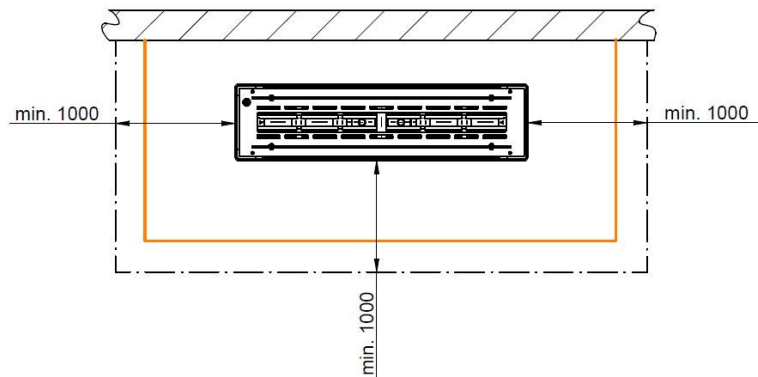

Abb. 10 Mindestabstände zu brennbaren Bauteilen
Das EBIOS-FIRE-Möbel, ob Standmöbel oder Wandmöbel, muss **waagrecht ausgerichtet** und **gegen Kippen gesichert** werden. Wandgerät an der Wand befestigen, Standgerät an Wand oder auf dem Boden befestigen. Beachten Sie dabei die Sicherheitsabstände. (**Abb. 10 Strahlungsbereich**). Hinterlüftungen dürfen nicht geschlossen werden. Platzieren Sie den Brenner in den dafür vorgesehenen Einbaurahmen der Quadra Inside Automatic SL 500 oder SL 1000.
- Es dürfen **keine brennbaren** Gegenstände auf der Oberfläche der EBIOS-FIRE Quadra Inside Automatic SL 500 und SL 1000 abgestellt oder abgelegt werden. Legen Sie **keine** Wäschestücke zum Trocknen auf das Möbel. Ständer zum Trocknen von Kleidungsstücken sind nur **außerhalb** des Strahlungsbereichs aufzustellen (**Abb.10!**) → **Brandgefahr!**